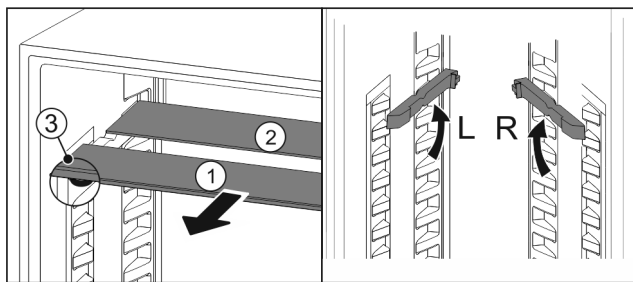

Fig. 94
- ▶ Izvucite Fig. 94 (1) staklene ploče jednu po jednu prema naprijed.
- ▶ Staklena ploča Fig. 94 (1) s ukrasnom letvicom nalazi se sprijeda.
- ▶ Zaustavljači Fig. 94 (3) su usmjereni prema dolje.